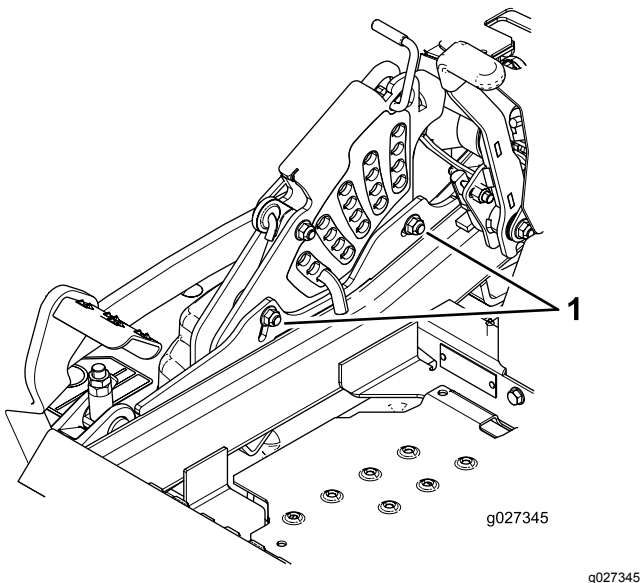

Figura 99
11. Para ajustar el sistema de ajuste de un solo punto, afloje los 2 pernos situados cerca del borde inferior de la pletina de altura de corte (**Figura 99**).
13. Apriete los 2 pernos en el borde inferior de la pletina de altura de corte (**Figura 99**).